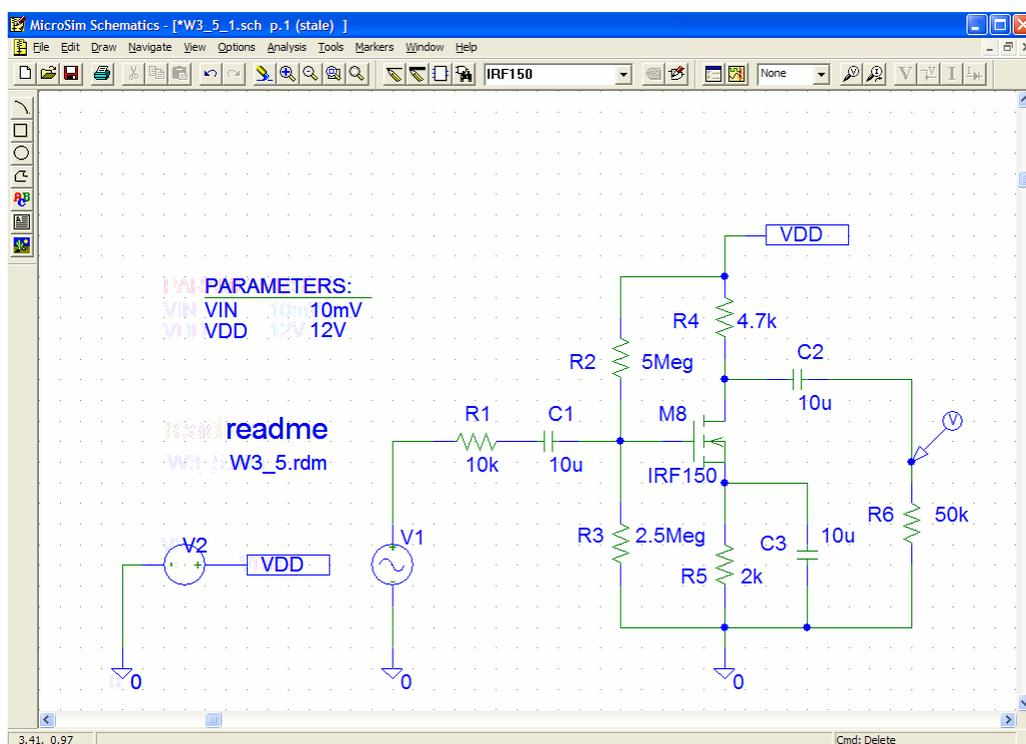

Рис. 3.3.3
1. Собрать схему усилителя (рис. 3.3.3 или 3.3.4, в зависимости от номера варианта). Установить значения элементов, соответствующие варианту (табл. 3.3.1).